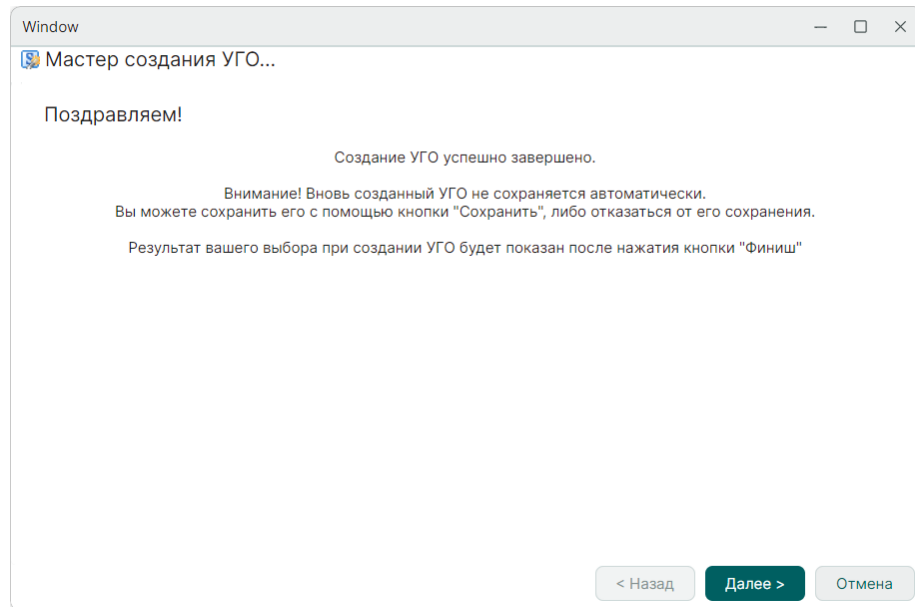

Рис. 231 Заключительное окно мастера создания УГО
6. Нажмите «Далее» для сохранения созданного УГО, см. Рис. 231.